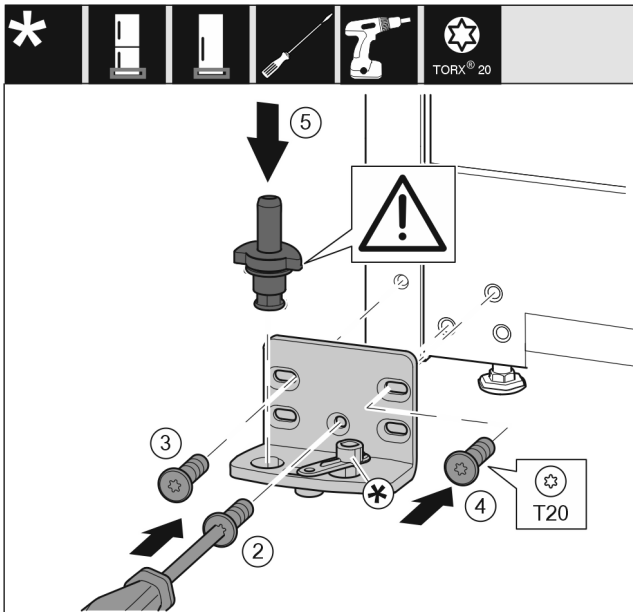

Fig. 17
- Applicare il blocco di supporto sull'altro lato e avvitarlo con l'aiuto di un cacciavite. Iniziare dalla vite Fig. 17 (2) in basso al centro.
- Stringere la vite Fig. 17 (3) e la vite Fig. 17 (4).
- Inserire completamente i perni di supporto Fig. 17 (5). Facendo ciò assicurarsi che la camma di arresto sia rivolta all'indietro.